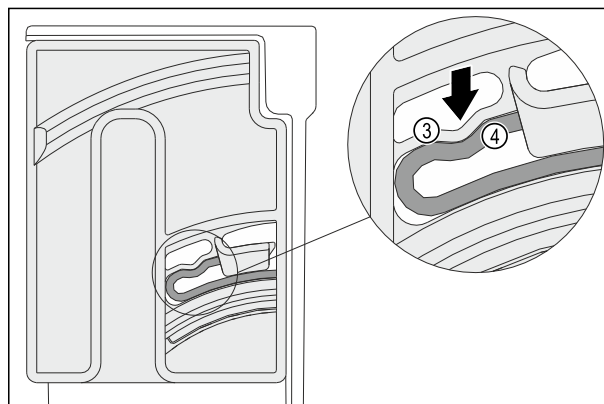

Fig. 149
- Vous entendrez l'élément élastique Fig. 149 (3) de l'unité de rotation s'enclencher dans la forme ronde de la nervure Fig. 149 (4).